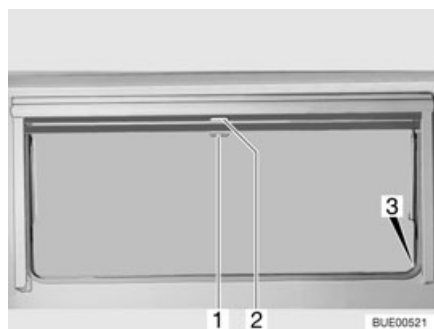

Fig. 32 Finestra apribile
- Tirare verso il basso l'oscurante a rullo accompagnandolo con la maniglia (Fig. 32,2). Quando si chiude completamente l'oscurante a rullo esso va agganciato da entrambi i lati al telaio della finestra nell'apposito elemento di fissaggio (Fig. 32,3).
- Quando l'oscurante a rullo è completamente chiuso: Spingere la maniglia (Fig. 32,2) verso il basso tirandola leggermente verso l'interno. Sganciare l'oscurante a rullo dagli elementi di fissaggio a destra e a sinistra del telaio della finestra.
- Quando l'oscurante a rullo si trova in posizione intermedia: Tirare la maniglia (Fig. 32,2) leggermente verso il basso finché l'elemento di fissaggio non si è sganciato.
- Tirare la maniglia (Fig. 32,1) della zanzariera a rullo verso il basso e agganciarla all'elemento di fissaggio (Fig. 32,3) su entrambi i lati del telaio della finestra.
- Spingere la maniglia (Fig. 32,1) verso il basso tirandola leggermente verso l'interno. Sganciare la zanzariera a rullo dagli elementi di fissaggio a destra e a sinistra del telaio della finestra.